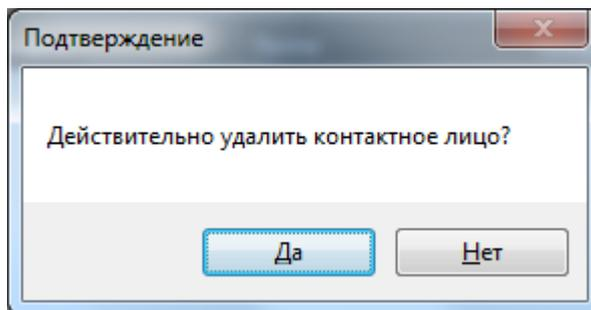

Рисунок 35
- Подтвердите удаление в открывшемся диалоговом окне (рис.35)